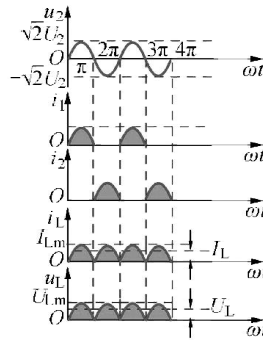

图 3.2.6 桥式整流电路工作波形图
波形图如图 3.2.6 所示， u_2 一周期内，两组整流二极管轮流导通产生的单方向电流 i_1 和 i_2 叠加形成了 i_L 。于是负载两端得到全波脉动直流电压 u_L 。
④ 如图 3.2.6 所示，二极管承受反向峰值电压为